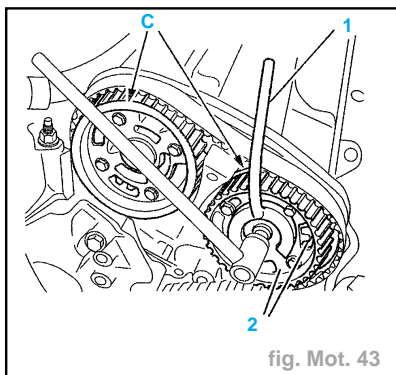

fig. Mot. 43
Attention : Lors de la repose, respecter le positionnement suivant : flasque (C) côté extérieur moteur pour l'admission ; flasque (C) côté intérieur moteur pour l'échappement (fig. Mot. 43).